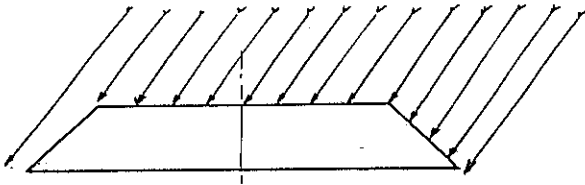

Abbildung 7
- * Für unsere etwas breiteren Flügel können wir bei stumpferer Randfeilung noch einen Stabilisierungseffekt herausholen: Die Schrägränder bieten bei seitlicher Anströmung unterschiedlichen Auftrieb - siehe dazu Abbildung 7!